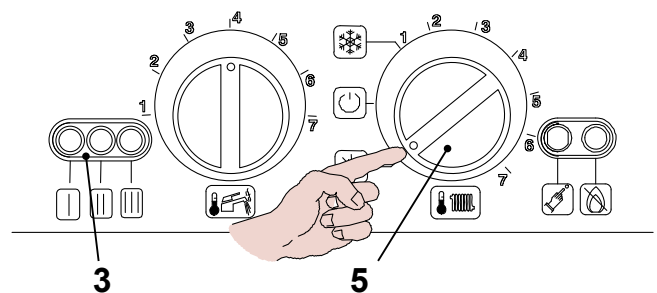

рис. 2.3
- Поверните переключатель 5 как на рис. 2.3 ; сигнальная лампа 3 начнет мигать с интервалом в 2 секунды